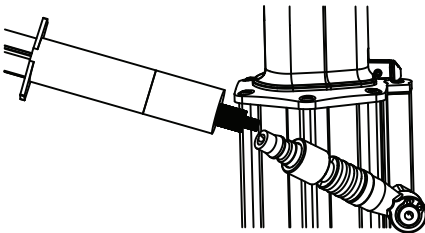

Fig. 13
- Use an air line lubricator with SAE #10 oil, adjusted to two drops per minute. If an air line lubricator cannot be used, add air motor oil to the inlet once a day (Fig.13).
- Verwenden Sie einen Lufttöler mit SAE # 10 Öl, der auf bis zu zwei Tropfen pro Minute eingestellt ist. Falls kein Lufttöler verwendet werden kann, ölen Sie den Einlass 1 Mal täglich mit Druckluft-Motoröl (Fig.13).